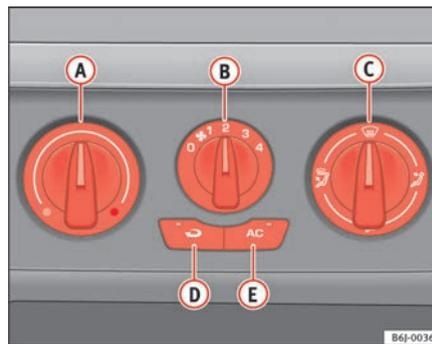

Fig. 89 Comandos do Ar Condicionado no painel de instrumentos
- Desligue o ar condicionado com o botão ⇒ fig. 89  (apague o aviso luminoso do botão).
No modo de recirculação do ar  página 126, fig. 89  (acende-se um aviso no botão) evita-se a entrada de cheiros fortes no habitáculo, como os que são frequentes por exemplo na travessia de um túnel ou num engarrafamento.